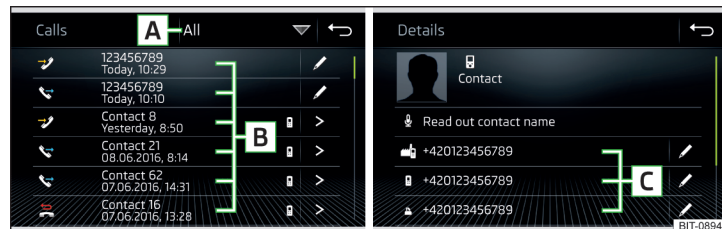

Fig. 197 Lista de llamadas / detalle del contacto
- En el menú principal *Teléfono* pulse la superficie funcional , se muestra una lista de llamadas » fig. 197.
- Visualización del detalle del contacto » fig. 197